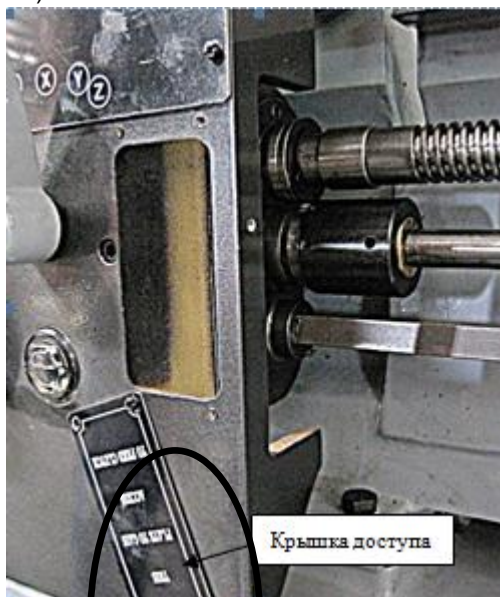

Рис. 88. Снятые крышки.
- Снимите переднюю и боковую крышку (Рис. 88).